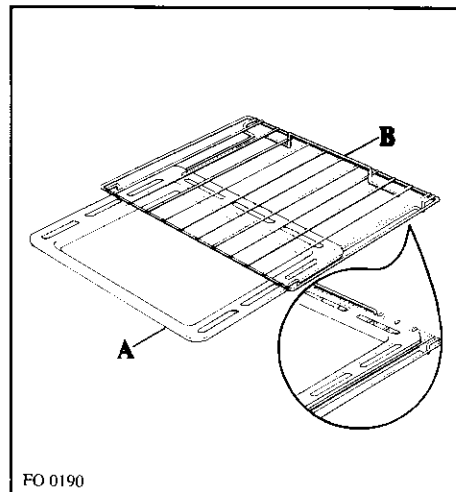

Fig. 5
Le four est équipé d'une grille support (B - Fig. 5) et d'une lèchefrite (A - Fig. 5).
1) Si vous cuisez les aliments directement sur la grille (grillades), glissez la lèchefrite dans les rails situés sous la grille (Fig. 5).
2) Si vous utilisez le tournebroche posez la lèchefrite sur la grille (Fig. 5 - agrandissement).